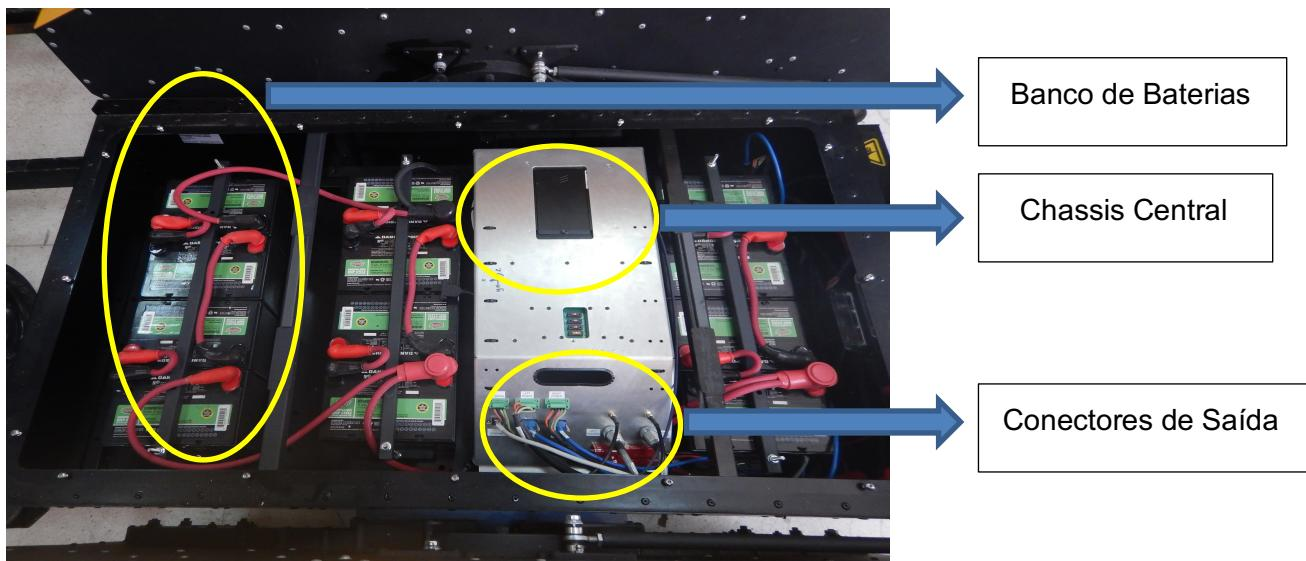

Figura 7 – Banco de baterias e Painel do usuário
- Banco de baterias: As baterias são de chumbo do tipo estacionária de 12V, 35 Ah . O banco, composto por 12 baterias, possui uma configuração de 3 grupos de 48 V e 35 Ah ( Cada grupo é composto por uma ligação série de 4 baterias). No total os 3 grupos ligados em paralelo fornecem 48V e 105Ah (Figura 7).
- Chassis Central: O chassis central contém um computador do tipo NUC, uma placa microcontrolada, access point, receptor do controle remoto Futaba e saídas para interface de dispositivos (1 porta Ethernet, 2 portas USB's 3.0, 2 conectores de alimentação protegidos por fusíveis (48V / 10A, 24V / 10A, 12V / 10A) e uma saída serial) (Figura 7).